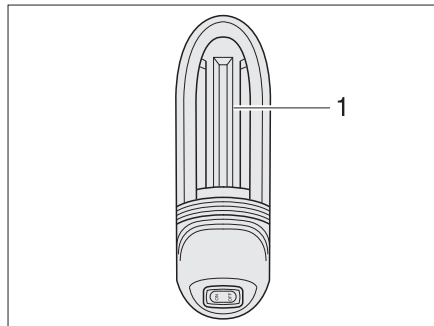

Bild 299 Garagenleuchte
- Leuchtenabdeckung (Bild 299,1) etwas nach oben schieben und abnehmen.